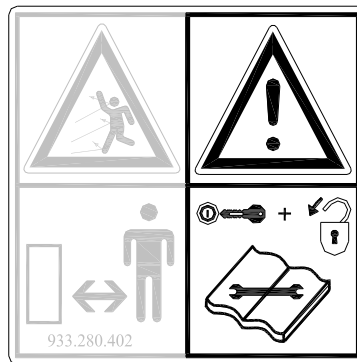
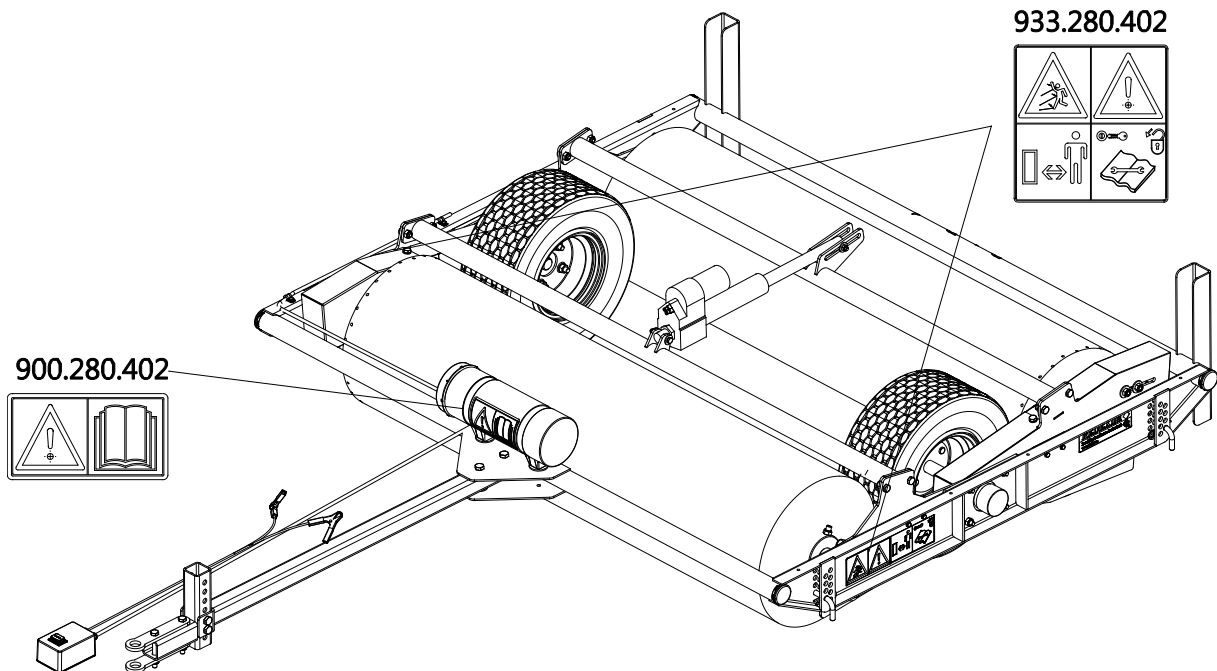

Fig. 2
Bild 5
Stäng alltid av traktorns motor och dra traktornyckeln ur kontakten när du utför underhåll, reparationer eller justeringar. (Bild 2)
Det finns säkerhetsklistermärken (bild 2, 3 och 4) på din RotaBrushs sida (bild 5) med en liknande innebörd. Dessa säkerhetsklistermärken skall alltid vara tydligt synliga och läsbara och måste bytas om de skadas.
(7) Säkerhetsklistermärken. (Bild 5)